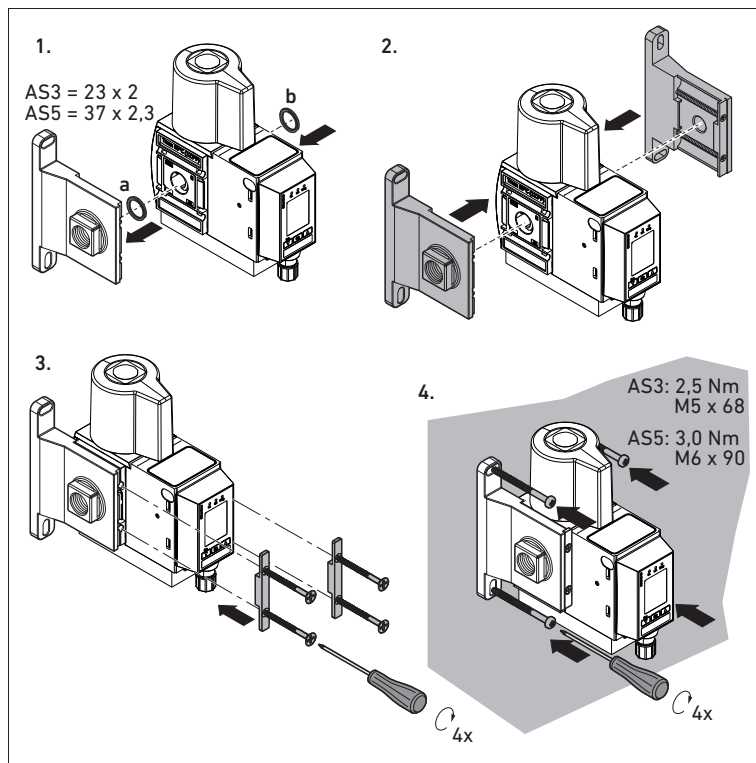

fig 2: Fastsättning av EV1X som en enskild ventil
I fig. 2 visas montering av fastsättningskomponenterna för en enskild ventil.
Följ beskrivningen i fig 2 för att sätta fast en enskild ventil:
**i** Den blockmonterade enheten måste monteras på båda sidor med ett fixeringselement vardera på monteringsytan (se fig.2.)